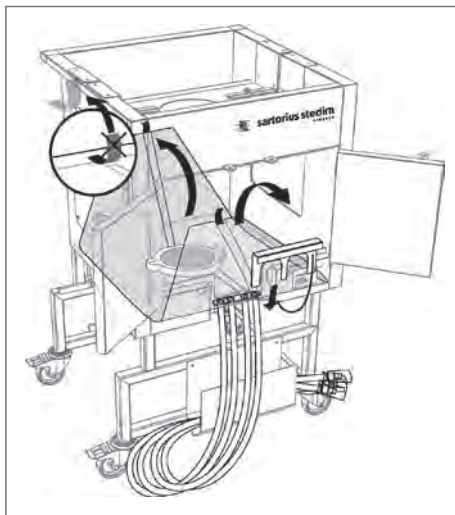

Fig. 50
10. Retire la cinta adhesiva de la bolsa y la espuma de la bolsa Flexel® for LevMixer® (ver Fig. 50). Despliegue la bolsa y coloque el sistema de 4 puertos en la compuerta frontal y los tubos en su soporte.